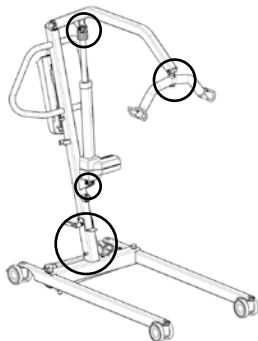

Abb. 2: Lokalisierung der Gefahrenbereiche für Einklemmungen/Quetschungen am SAMSOFTE ELITE 180
**Am Patientenlifter befinden sich an mehreren Stellen Quetschbereiche, an denen die Extremitäten des Körpers eingeklemmt werden können (Abb. 2).**